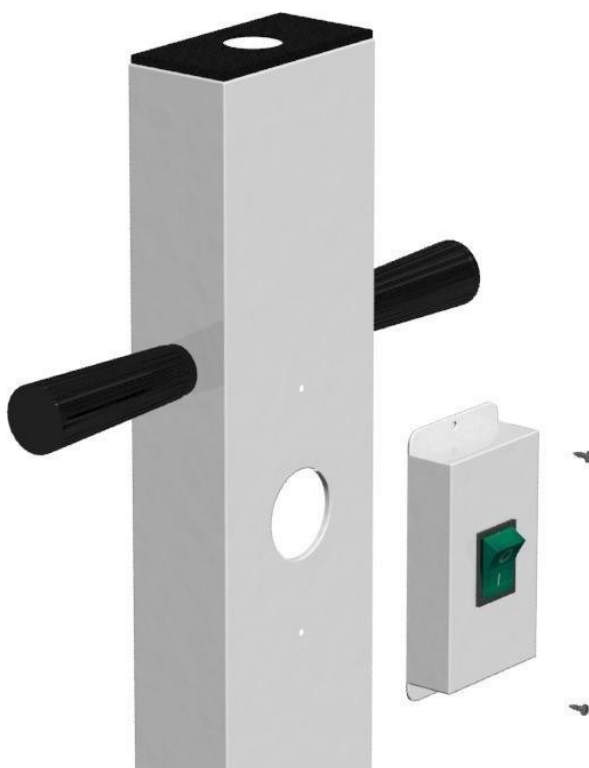

Abb. 16
- ✓ Lösen Sie die Schrauben, mit denen die Sicherungsplatine (**F**) mit der vertikalen Stütze (**B**) befestigt ist wie in Abb. 16 dargestellt.
- ✓ Einsetzen des Doppelstromabnehmerarms (**D**) in die vertikale Stütze (**B**), wie in Abb. 16 dargestellt.